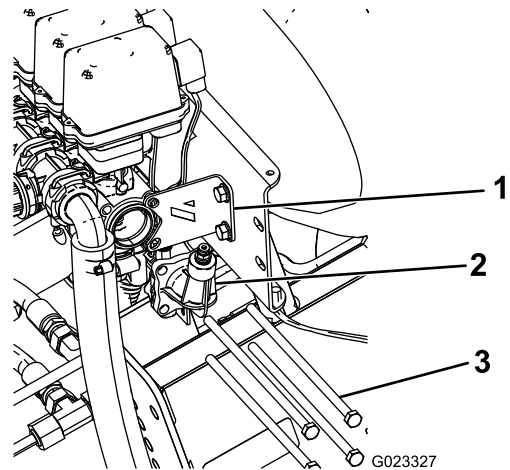

Figura 9
2. Retire os 4 parafusos compridos que prendem a porta do indicador de pressão às válvulas da rampa e elimine-os (Figura 9). Guarde as anilhas planas e porcas.
3. Retire e guarde os 2 parafusos e porcas que prendem o suporte de estabilização ao conjunto da válvula (Figura 9).